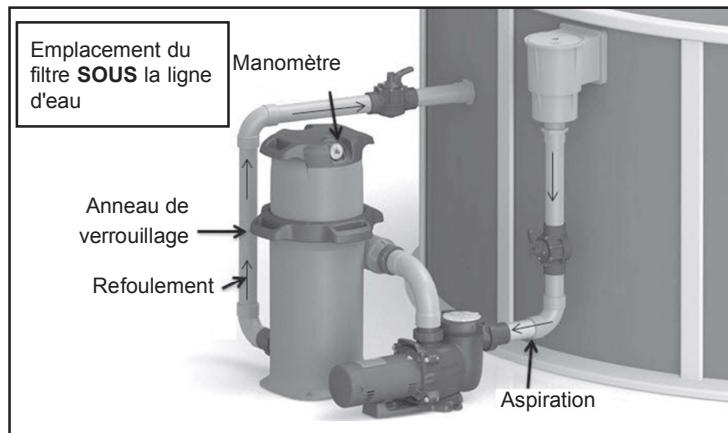

Figure 1
2. Les figures 1 et 2 présentent des exemples simples de positionnement des tuyaux et des vannes. Quelle que soit la position retenue, le principal est d'avoir au minimum le débit d'eau nécessaire au bon fonctionnement de la piscine. Si le filtre est situé en dessous du niveau d'eau, il faut prévoir des vannes d'arrêt pour empêcher l'eau d'arriver au filtre pendant les opérations de nettoyage et de maintenance.
Fixer le filtre sur une dalle de béton plane ou toute autre surface rigide conformément aux réglementations locales ou nationales. Employer des éléments de fixation adaptés au matériau de la surface support. La base présente 4 trous de montage. Utiliser 2 trous de montage diamétralement opposés (voir figure 1) pour que le filtre soit plan et solidement ancré.